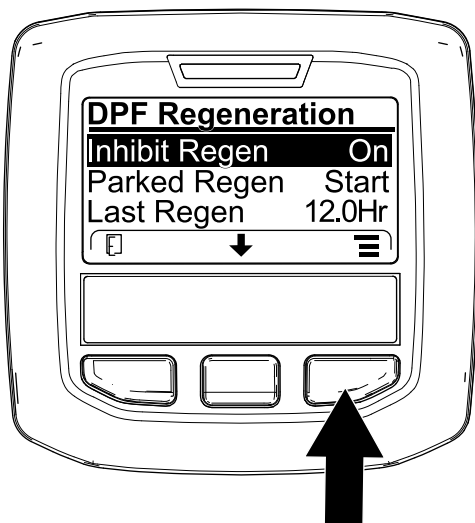
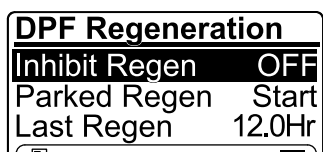

Рисунок 42
Рисунок 43
1. Перейдите в меню DPF Regeneration (Регенерация DPF), нажмите среднюю кнопку, чтобы перейти вниз к опции INHIBIT REGEN (ЗАПРЕТ РЕГЕНЕРАЦИИ), и нажмите правую кнопку, чтобы выбрать опцию Inhibit Regen (Запрет регенерации) (Рисунок 42).
2. Нажмите правую кнопку, чтобы изменить настройку запрета регенерации с On (Вкл.) на Off (Выкл.) (Рисунок 42) или с Off (Выкл.) на On (Вкл.) (Рисунок 43).